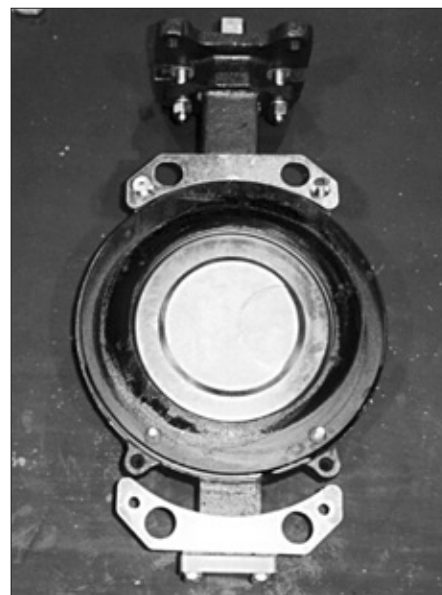

Figure 3 - Bague de retenue et pièces du siège.
Déposer la bague de retenue du siège (23) en retirant les vis à six pans creux (24) de la bague de retenue en cas de corps à oreilles taraudées, ou les vis à tête hexagonale plates (24) à partir des plaques de positionnement (26) et / ou des clips en cas de corps de type wafer (voir la Figure 3).